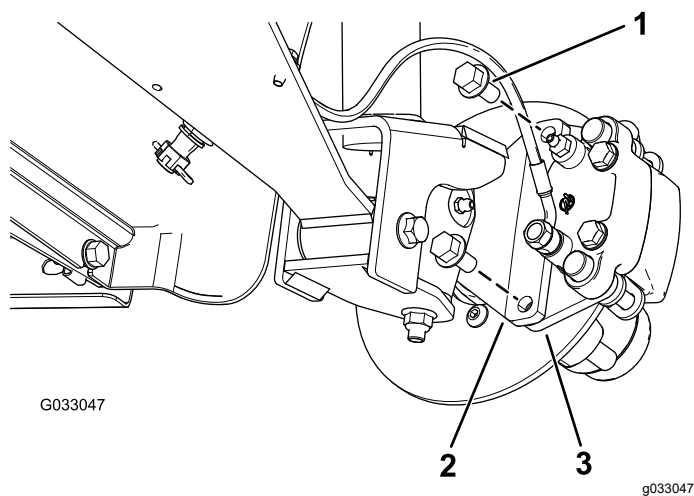
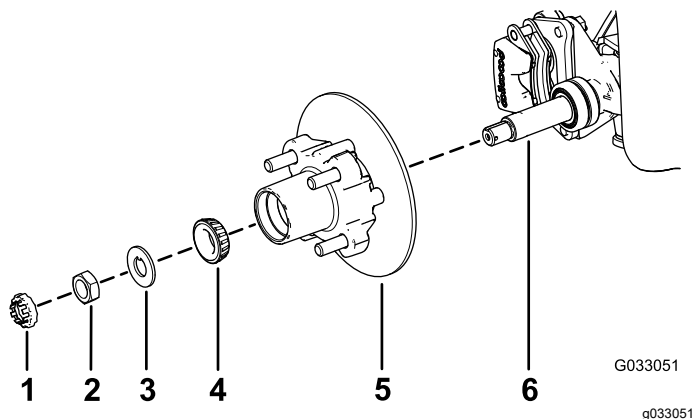

Figure 23
Figure 27
3. Retirez les boulons à embase ($\frac{3}{8} \times \frac{3}{4}$ po) qui fixent le support du frein à la fusée et séparez le frein de la fusée (Figure 23).
1. Appliquez une fine couche de la graisse spécifiée sur la fusée (Figure 27).
2. Montez le moyeu et le disque sur la fusée, en plaçant le disque à l'intérieur (Figure 27).
3. Montez le roulement extérieur sur la fusée et poussez-le contre la bague extérieure (Figure 27).
4. Placez la rondelle à languette sur la fusée (Figure 27).
5. Vissez l'écrou de fusée sur la fusée et serrez-le à 15 N·m (11 pi-lb) tout en tournant le moyeu pour asseoir le roulement (Figure 27).
2. Placez les plaquettes de frein de chaque côté du disque (Figure 23), puis alignez les trous du support d'étrier et les trous du support de frein sur le porte-fusée (Figure 27).
3. Fixez le support d'étrier au porte-fusée (Figure 23) à l'aide des 2 boulons à embase ($\frac{3}{8} \times \frac{3}{4}$ po). Serrez les 2 boulons à embase à un couple de 47 à 54 N·m (35 à 40 pi-lb).